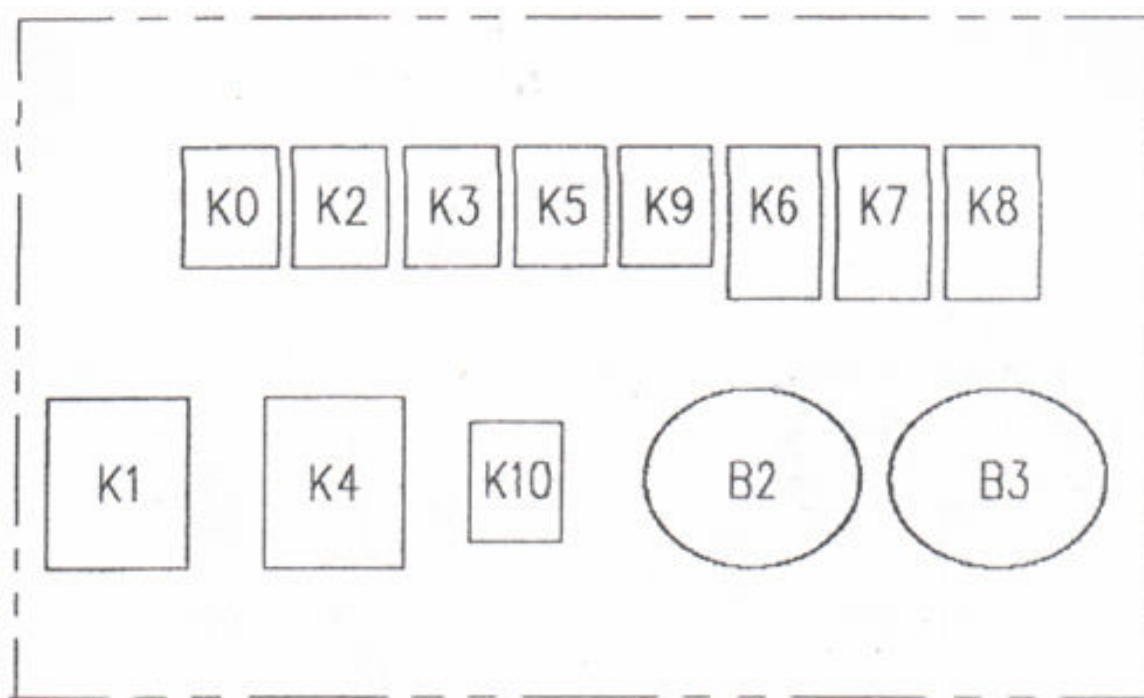

Рис. 4-5
- D. - панель инструментов (рис.4-5): единица логического контроля